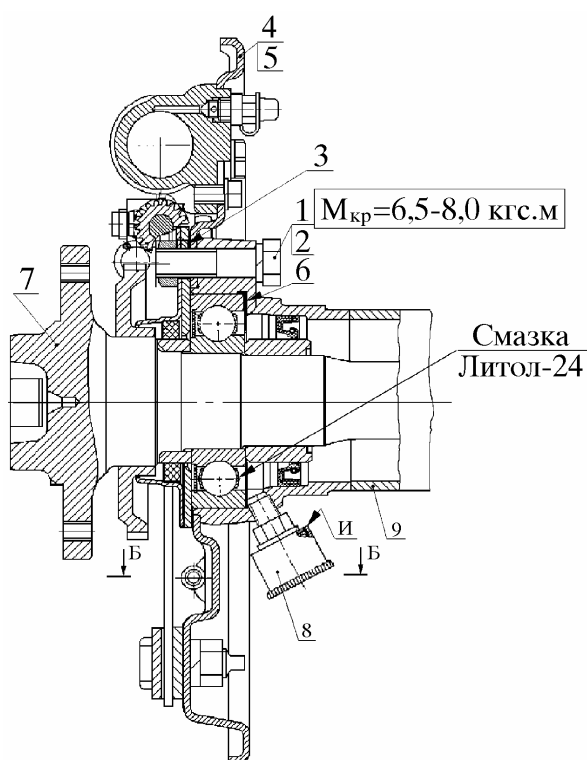

Рис. 31. Установка тормоза с тросом и полуоси в сборе на мост:
6.17.1. Вставить в отверстия правого фланца кожуха 9 (рис. 31) полуоси четыре болта 1 с шайбами 2. Надеть на концы болтов прокладку 3.
Торец И масленки должен быть заподлицо с внутренним торцом металлической шайбы, как показано на рис. 31